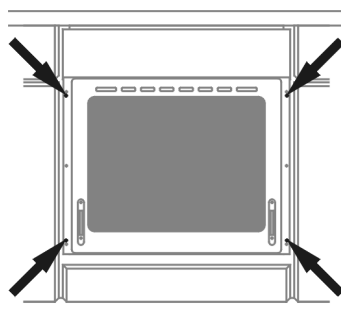

Рис.4
4. Установить осторожно духовку в предварительно подготовленное отверстие в мебели (шкафчике), предохранить от выдвигения 4 шурупами в местах, указанных на рис. 4.